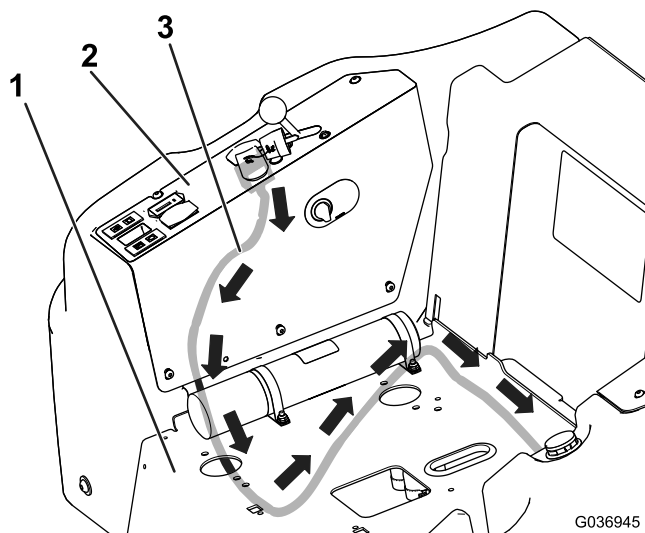

Figura 4
5. Dirija el arnés de cables bajo el panel de control y la chapa del asiento, tal y como se muestra en la Figura 4.